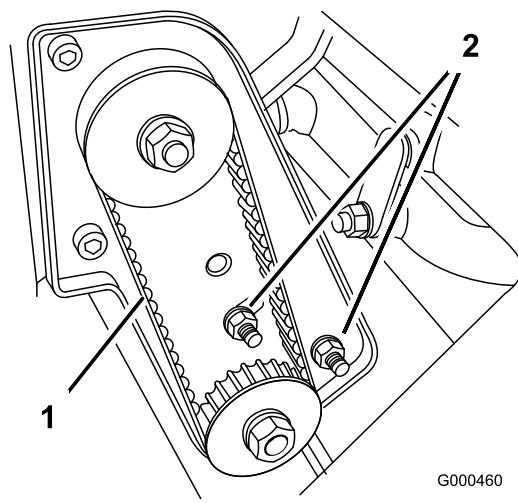

図 42
- A. ベアリング・ハウジング取り付けナットをゆるめる(図 42)。
- C. トルクレンチの設定が狂わないように注意しながら、ベアリング・ハウジング取り付けナットを締め付ける(図 42)。ベルトを締め付けすぎないように注意する。